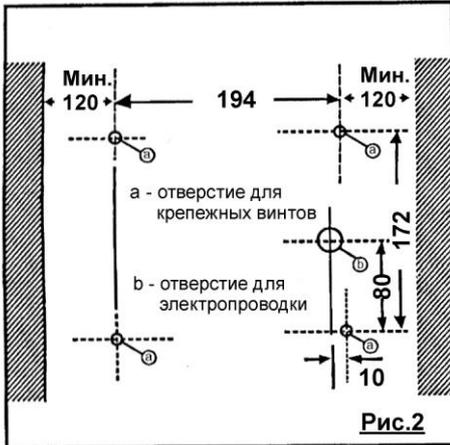

Рис.2
3. Просверлите в стене четыре отверстия  $\varnothing 8$  мм так, как показано на рис.2 и 3. Вверните в отверстия крепежные винты, входящие в комплект поставки.